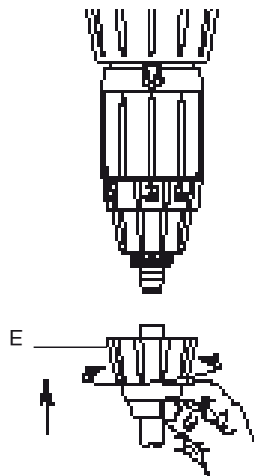

Fig. 8
- Svitare il dado (Fig. 8-E) situato in basso, nella parte dosaggio, ed infilare il tubo di aspirazione nel dado.